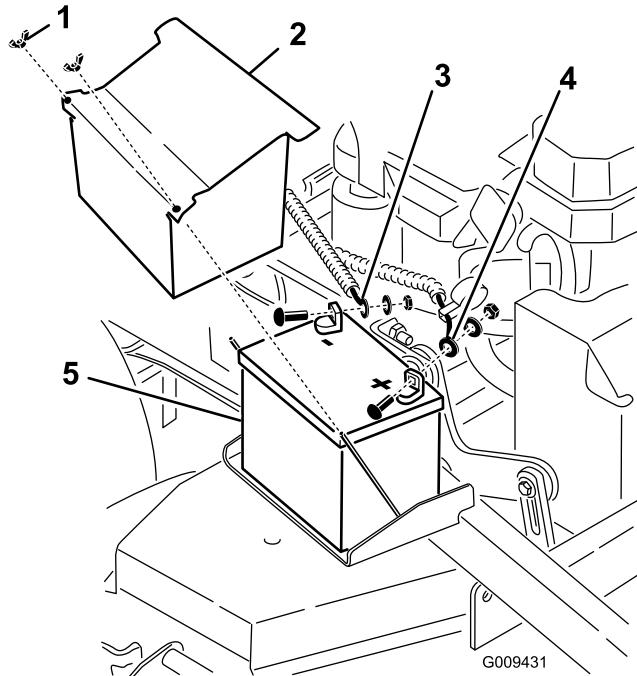

Figura 52
4. Desconecte el cable negativo del borne negativo (-) de la batería (Figura 52).
6. Retire el cable positivo (rojo) de la batería (Figura 52).
7. Retire la pletina de sujeción de la batería (Figura 52), y retire ésta.
- Coloque la batería en la máquina (Figura 52).
- Conecte primero el cable positivo (rojo) al borne positivo (+) de la batería con una tuerca, una arandela y un perno (Figura 52).
- Conecte el cable negativo y el cable de tierra al borne negativo (-) de la batería con una tuerca, una arandela y un perno (Figura 52).